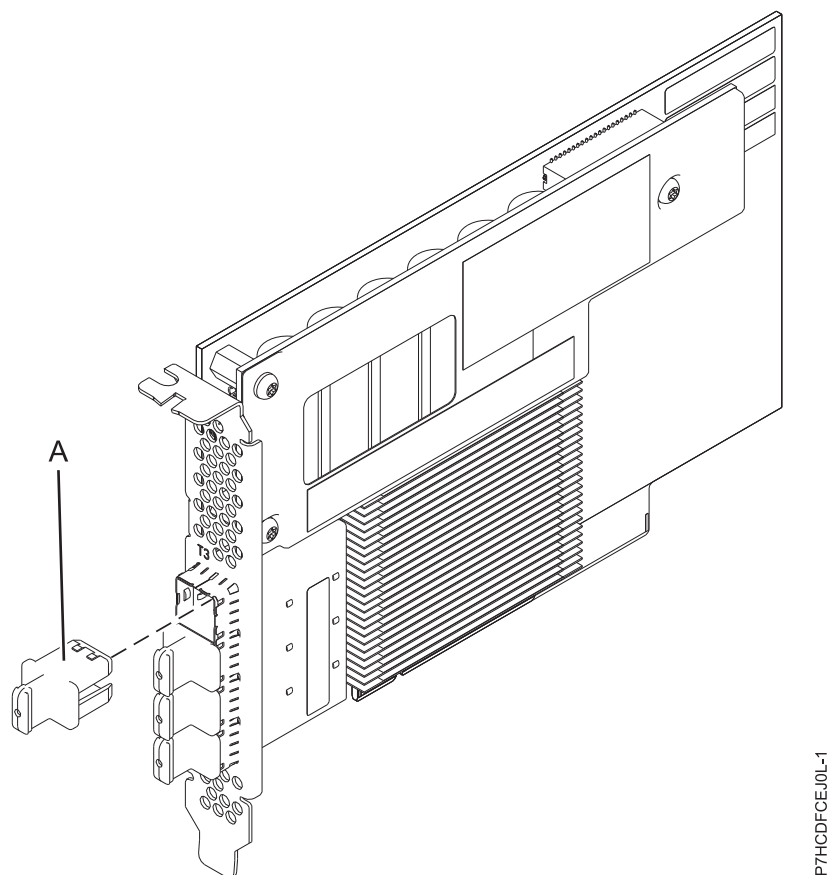

図 12. PCIe3 12 GB キャッシュ RAID SAS 6 Gb アダプター
41 ページの図 12 は、PCIe3 12 GB キャッシュ RAID SAS クワッド・ポート 6 Gb アダプターを示しています。コネクタ・プラグ (A) は、空白ポートに取り付けて、隣接したポート・コネクタのケーブルが差し込まれたり取り外されたりした場合のそのポートの損傷を防ぎます。
FC EJ0L は、シングル幅、フルハイトの short アダプターです。図 12 は、FC EJ0L アダプターを示しています。すべての FC EJ0L は、SAS RAID アダプターとペアになっているこのサーバーまたは別のサーバー上に、別の FC EJ0L を必要とし、キャッシュ機能およびその他のマルチニシエーター高可用性 (デュアル・ストレージ IOA) 機能を使用できるようにします。